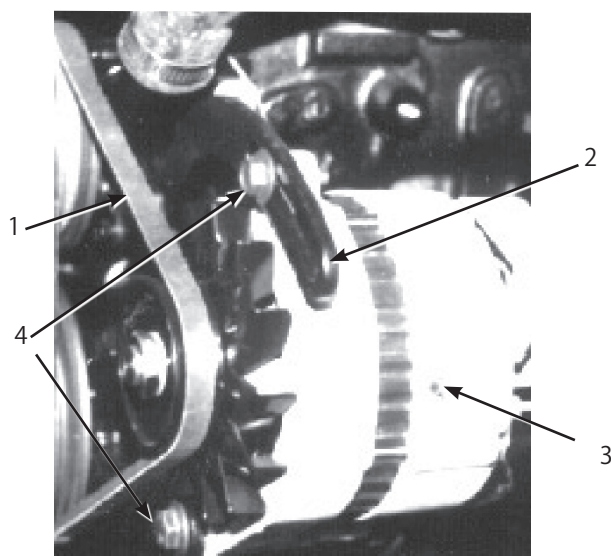

図52
3. ブレースをエンジンに固定しているボルト、およびオルタネータをブレースに固定しているボルトをゆるめる (図52)。